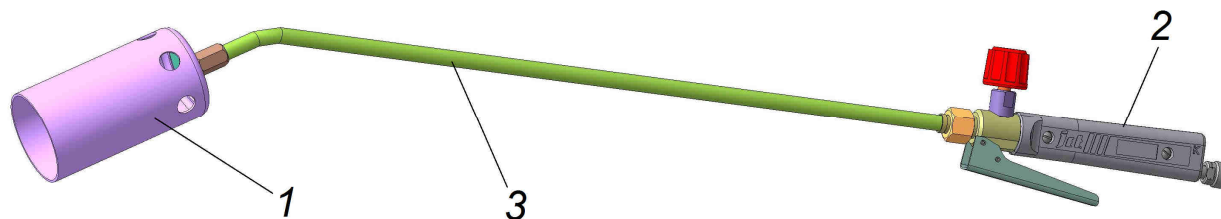

Рис.1 Горелка модели ГВ ДЖЕТ 119-30, ГВ ДЖЕТ 119-31, ГВ ДЖЕТ 119-33, ГВ ДЖЕТ 119-35
4.1 Внешний вид горелок представлен на рис.1, 2